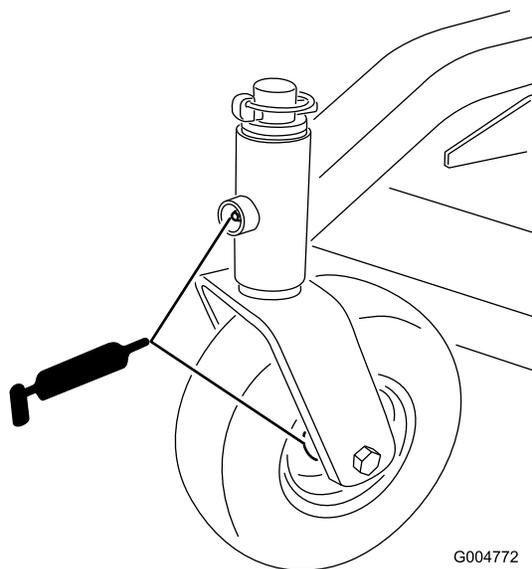

Figura 21
1. Lubrificare i cuscinetti delle ruote orientabili anteriori e i perni di articolazione anteriori (Figura 21).
4. Rimuovete il tappo d'ingrassaggio delle ruote posteriori. Lubrificare i cuscinetti posteriori (Figura 21).